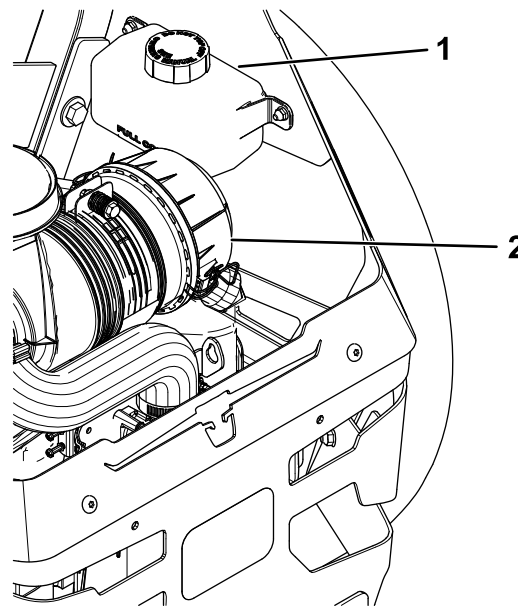

Figura 65
2. Verifique o reservatório de expansão e, se necessário, adicione fluido hidráulico Toro® HYPR-OIL™ 500 à linha FULL COLD (Figura 65).